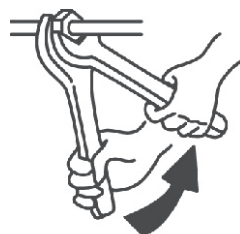

图19 拧紧螺母的扭矩
(2) 如图19 所示，拧紧螺母时用两个扳手，扭矩参照表7。